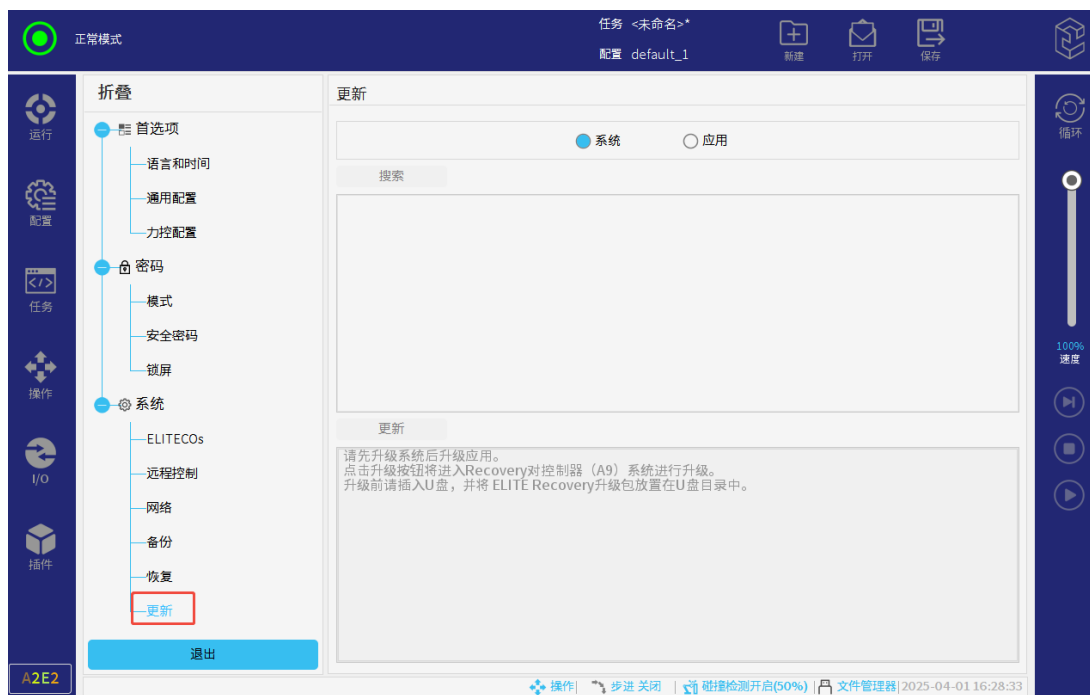

图 3-26: 更新
2. 选择“设置 > 系统 > 更新”，如**图 3-26**所示。